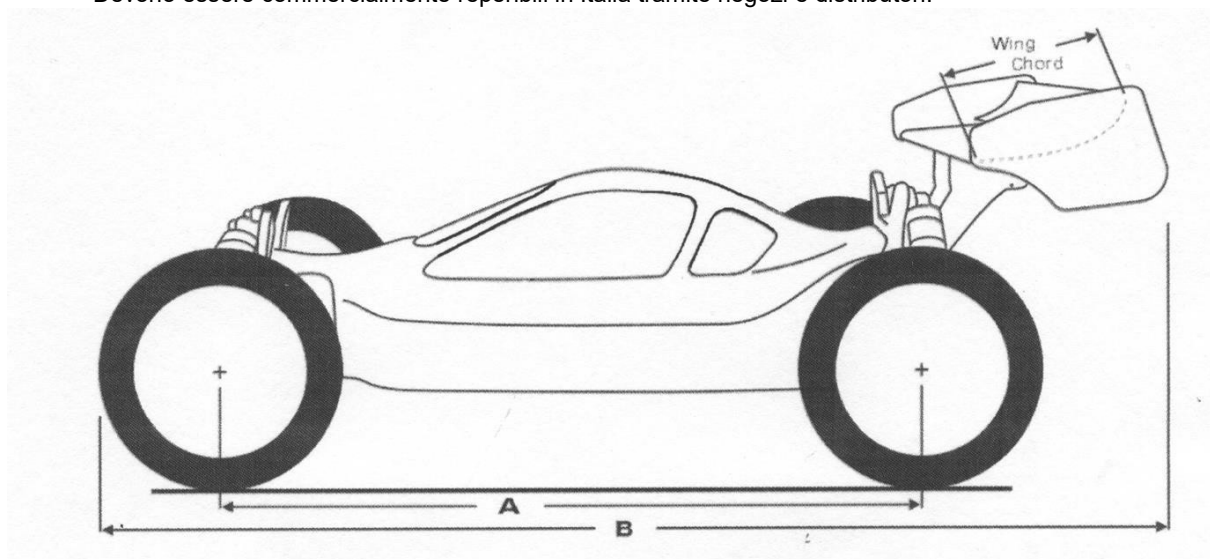

Figura 12: Dimensioni principali 1/8 Brushless
4.1.4 DIMENSIONI Si veda a corredo la Figura 12: